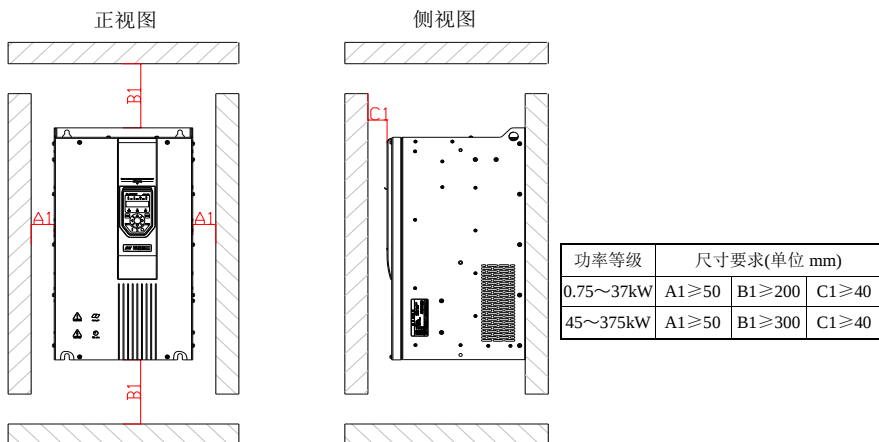

图 3-2 单台机器(Hope530G0.75T4~Hope530G375T4)安装间隔
- 安装空间要求如图 3-2 所示，需保证变频器有足够的散热空间，预留空间时请考虑柜内其它器件的散热情况；